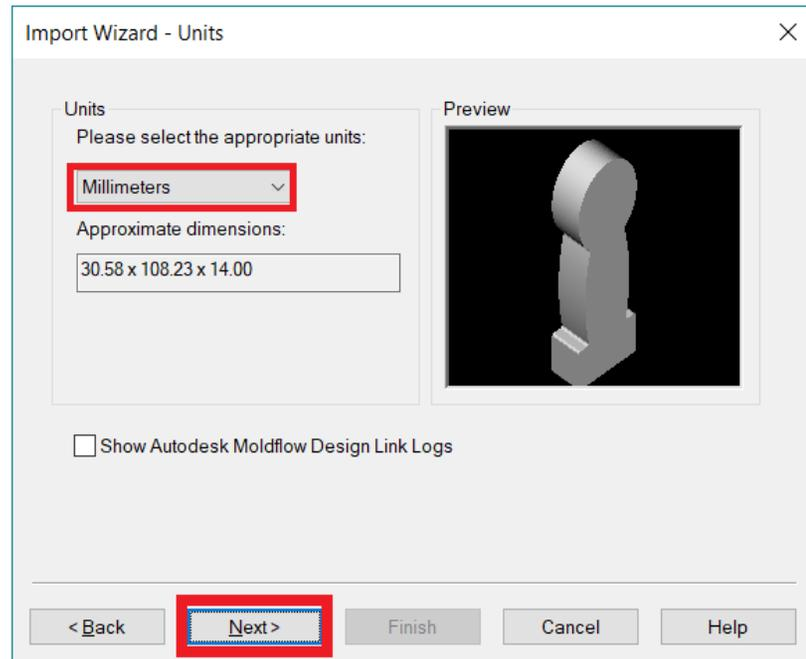

Figura 6.45 Selección de unidades.
- En la **Import Wizard-Units**, asegurarse que las unidades se encuentren en mm (Figura 6.45).